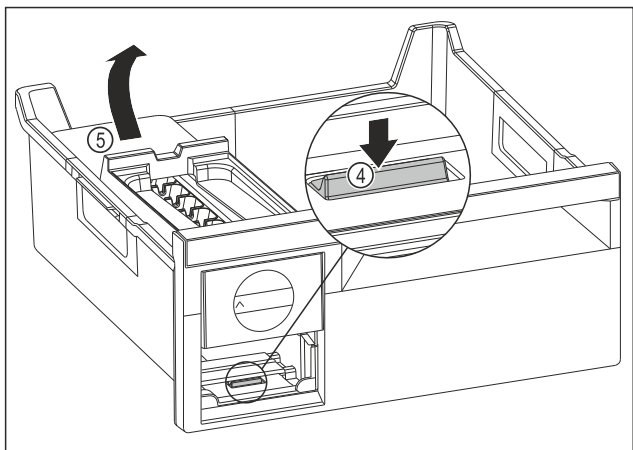

Fig. 183
- ▶ Вийняти корпус EasyTwist-Ice: натиснути накладку Fig. 183 (4) пальцем вниз і одночасно підняти корпус EasyTwist-Ice Fig. 183 (5) ззаду іншою рукою.